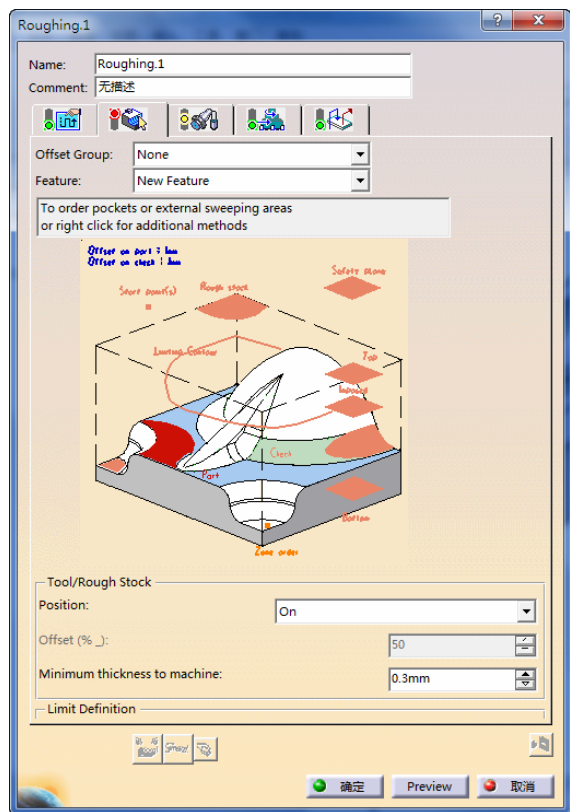

图 3-102 “Roughing.1”对话框（2）
在特征树中选择 “Manufacturing Program.1”, 选择下拉菜单 “插入” → “Machining Operations” → “Roughing” 命令, 或者单击 “Machining Operations” 工具栏上的 Roughing 按钮 , 弹出 “Roughing.1” 对话框 (2), 如图 3-102 所示。